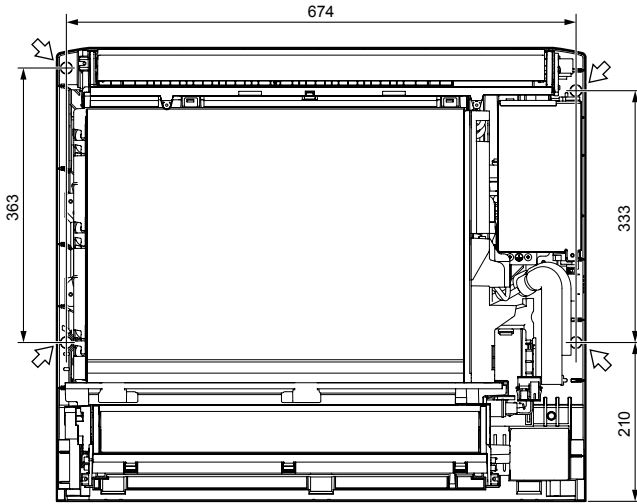

Fig. 3-5
3.3. Dış ünitenin montajı (Fig. 3-5)